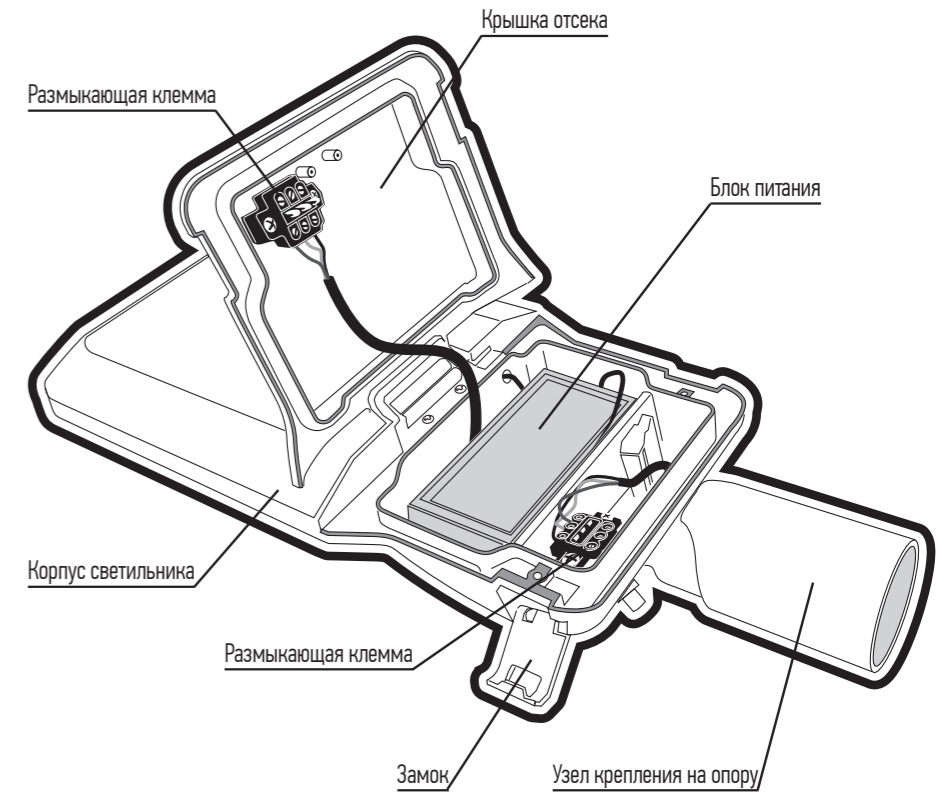

Рис. 4 Схема отсека блока питания светильника PSL 04-3 с открытой крышкой.
3.5 Светильник имеет легко обслуживаемый корпус, вскрываемый без дополнительного инструмента. При открытии корпуса происходит обесточивание элементов светильника, благодаря наличию специальной размыкающей клеммы (рис.4).